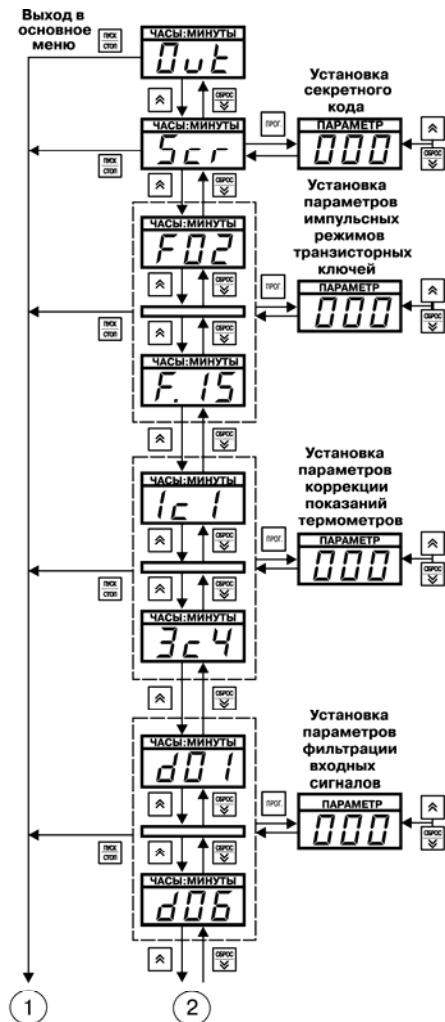

Рис. 4.3. Схема, поясняющая программирование на уровне L2
**4.2.3.1. На рис. 4.3 изображена схема,** поясняющая программирование на уровне L2.
Справа по вертикали на рис. 4.3 расположены изображения индикатора «ПАРАМЕТР», на который выводятся значения программируемых параметров. Здесь же изображен сдвоенный индикатор: на верхнем индикаторе «ЧАСЫ:МИНУТЫ» высвечивается имя кода доступа в уровень программирования – «Cod», на нижнем индикаторе «ПАРАМЕТР» – значение кода доступа – например, «000».